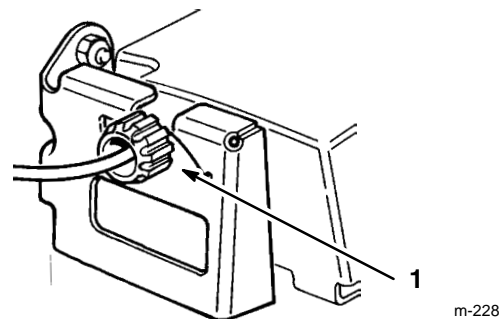

Abbildung 22
2. **EINSTELLUNG** (Abb. 22) – Den Reglerknopf 1/2 Umdrehung im Uhrzeigersinn drehen, wenn der Selbstantrieb nicht arbeitet. Wenn sich der Rasenmäher langsam vorwärts bewegt, den Knopf um 1/2 Umdrehung im Gegenuhrzeigersinn drehen, um den Riemen zu lösen.